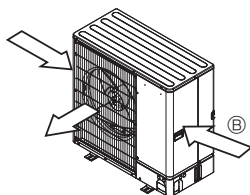

Fig. 2-6
- ③ Jei įmanoma, pastatykite įrenginį taip, kad aras per oro išėjimo angą pūstų statmenai sezoninio vėjo krypties atžvilgiu. (Fig. 2-6)
- ④ Oro išėjimo angos kreiptuvas
- ⑤ Vėjo kryptis